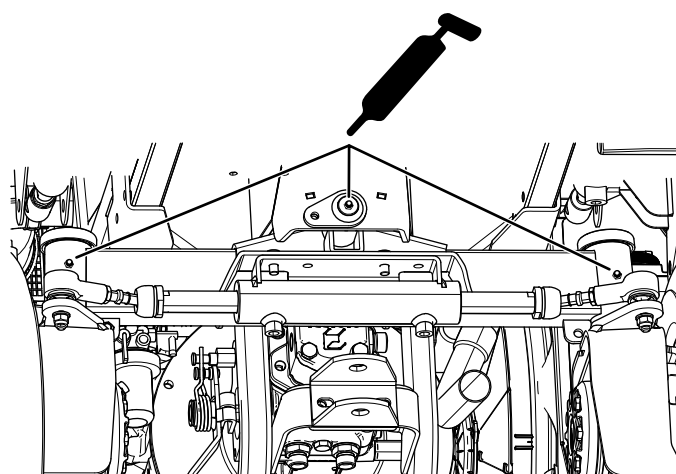

Figura 51
- Puncte de pivotare direcție (Figura 51)